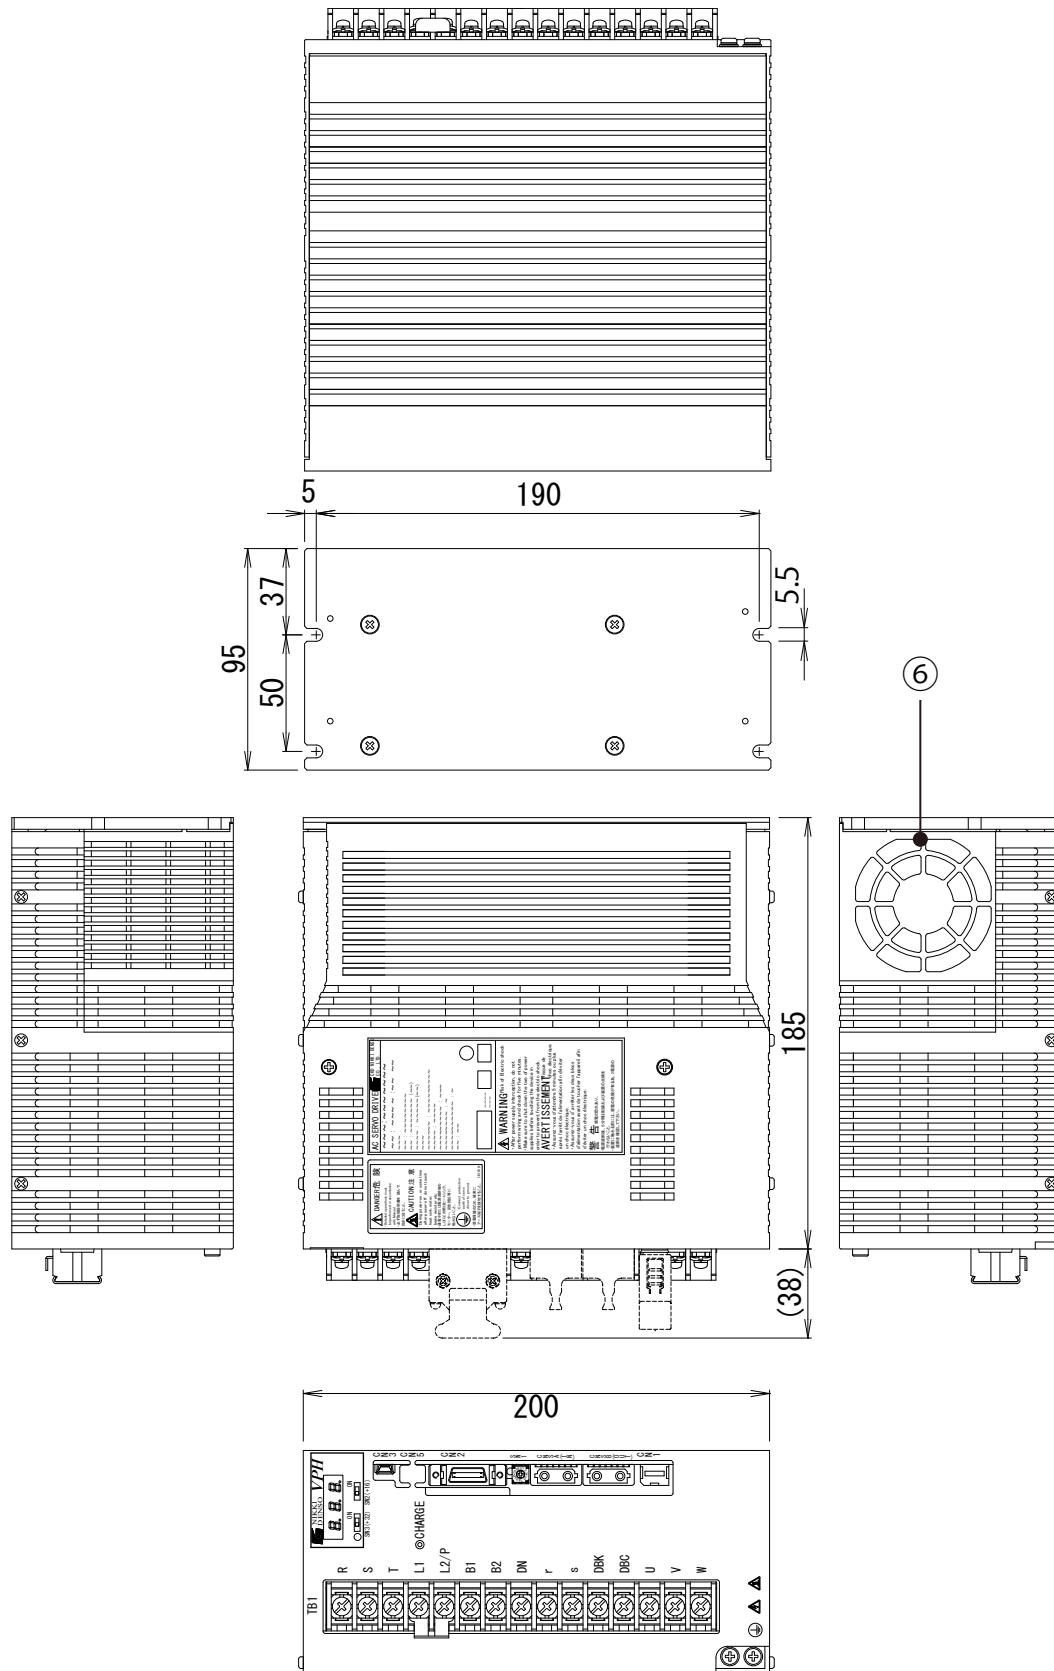

图12-5 1.5kW、2.2kW驱动器主体外形图 (Type3)
| ⑥ | FAN | 空冷用风扇参照「图 12-5 1.5kW、2.2kW 驱动器主体外形图 (Type3)」 | |